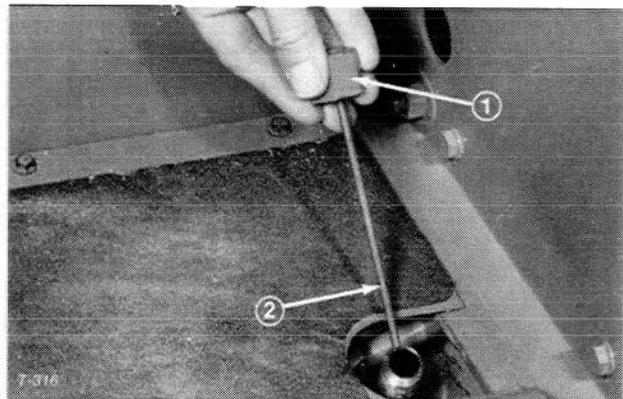

Fig. 4
2. Svitare il tappo con asta di misurazione del livello (Fig. 4) dal collo del bocchettone, e pulire l'asta con un panno pulito. Avvitare il tappo con le dita sul collo del bocchettone; svitare l'asta di misurazione e verificare il livello dell'olio. Se fosse a meno di 13 mm dalla tacca sull'asta (Fig. 4), aggiungere dell'olio per portarlo alla tacca. **NON RIEMPIRE TROPPO**, non oltre 13 mm sopra la tacca.